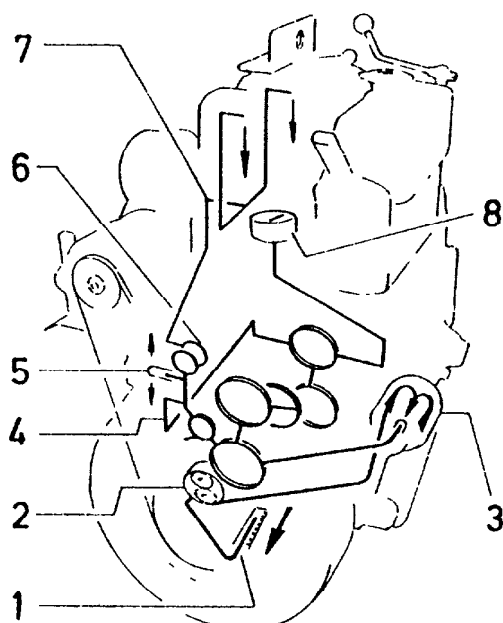

Fig. 46
Fra den hulborete nokkeakselen ledes olje gjennom lagerforingen (6) og inn i et spor utvendig på denne. Videre ut gjennom øverste utløp kommer en pulserende oljestrøm og gjennom det innvendige røret (7) opp til vippearmane. Fig. 46 viser type 2J. For 2G ledes rør (7) opp gjennom akterste topplokk.